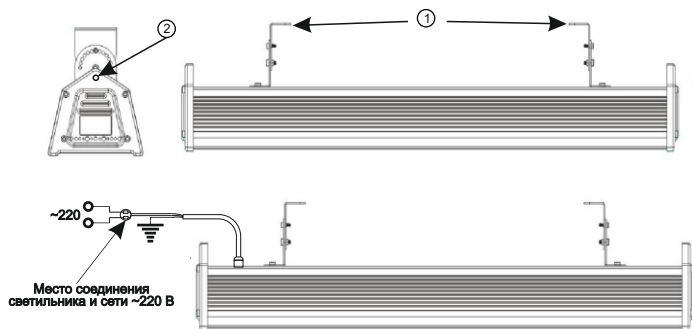

Рисунок 2 — Схема подключения изделия
Светильник SkatLED M-150L(37) может быть как накладным, так и подвесным. При накладном варианте установки, светильник крепится на уголки (рис. 2). В случае подвеса светильника используется трос который закрепляется в отверстиях в боковых крышках светильника (рис. 2).
Подключение изделия должно производиться при отключенном сетевом напряжении в следующей последовательности (см. рисунок 2):